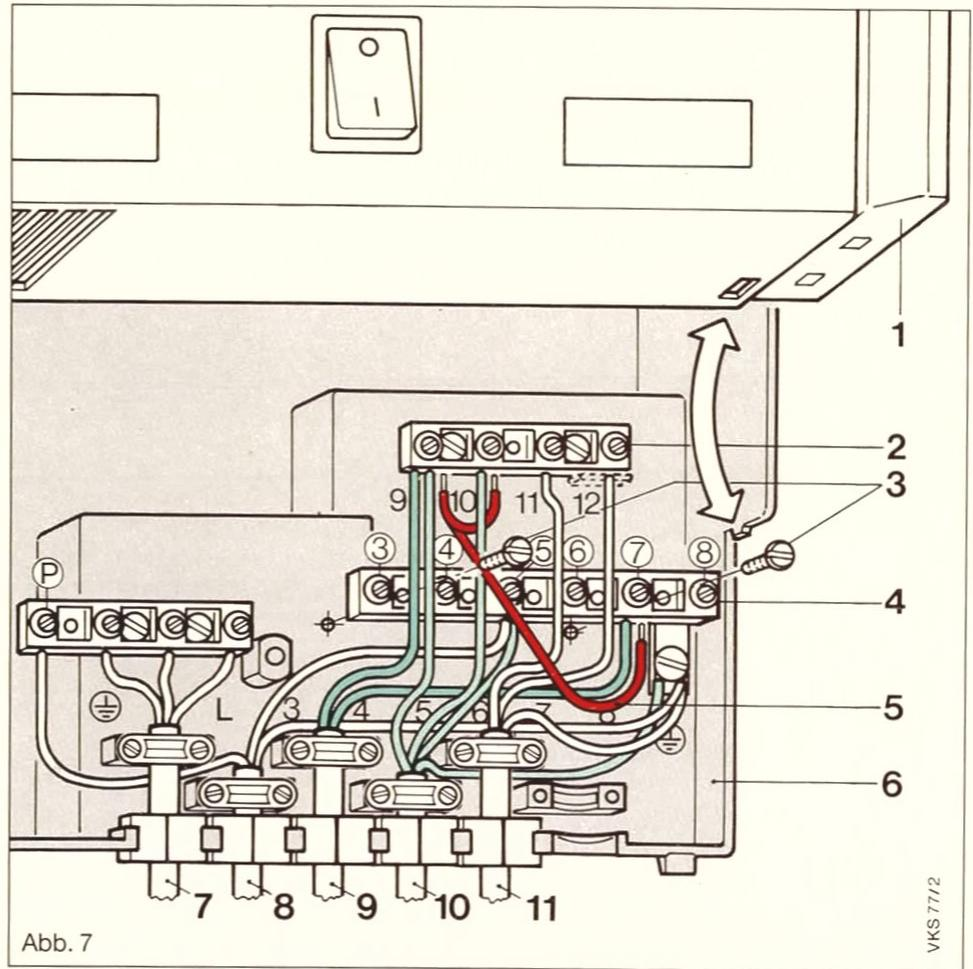

Abb. 7
- Befestigungsschraube des Schaltkastens (6) oben an der Schaltleiste (1) lösen.
- Befestigungsschrauben (3) der Klemmleiste (4) (mit den Klemmen ③ bis ⑧) lösen.
- Schaltkasten (6) an der Unterseite der Schaltleiste (1) (siehe Pfeil) aus den Haltenocken ausrasten und Schaltkasten (6) etwas nach unten ziehen bis die Klemmleiste (2) (mit den Klemmen 9-12) sichtbar wird.
- Brücke (5) zwischen Klemme 7-9-10, nur bei Anschluß einer Abgasklappe und/oder Wassermangelsicherung, lösen und herausnehmen. Klemmleiste (4) etwas herausziehen bis die Klemmen der Klemmleiste (2) zugänglich sind.
- Eine Abgasklappe und eine Wassermangelsicherung an den Klemmen 7 und 9 und 9-10 anklemmen. (siehe Abb. 7) Anschlußkabel mit Zugentlastung sichern.